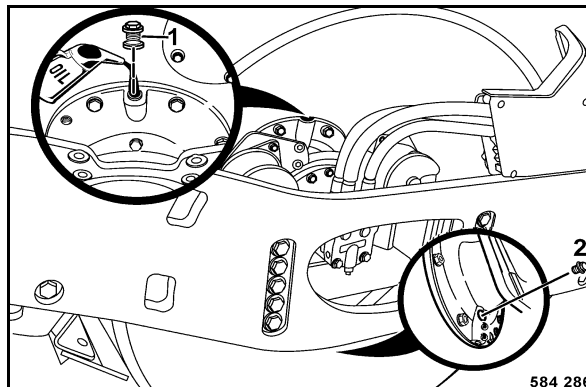

Fig. 132
- Déplacer le bandage de sorte que le bouchon de contrôle 2 (Fig. 132) se trouve au point le plus bas.
- Si nécessaire, rajouter un peu d'huile par l'orifice de remplissage et de vidange (1).